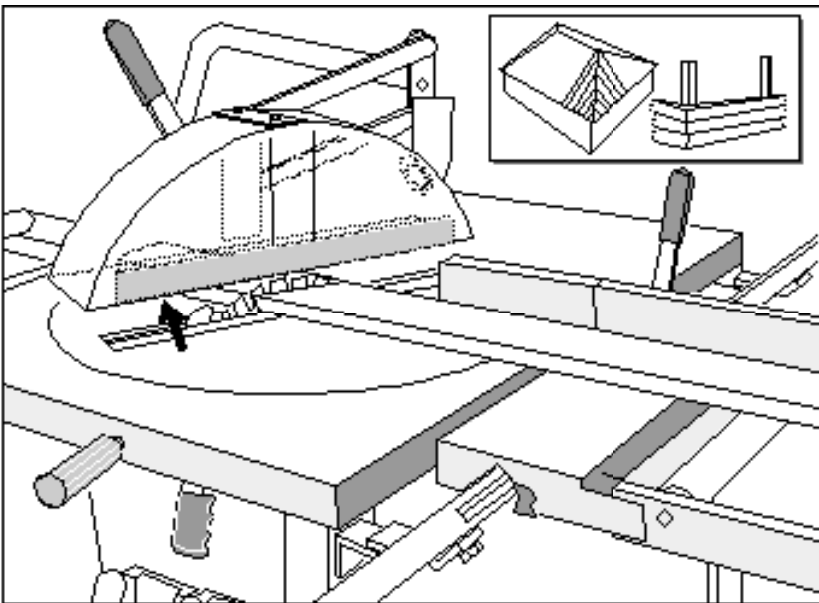

Fig. 7
- Lyft hävarmen och låt sågklingen lugnt skära igenom arbetsstycket. Se *fig. 7*.